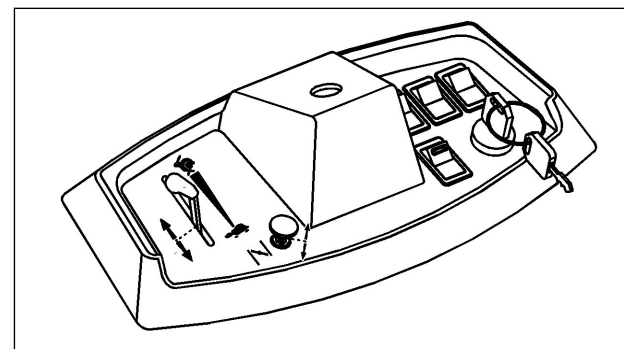

Fig. 17
7. Lorsque le moteur a démarré, mettre le starter sur position lente et régler la vitesse du moteur à l'aide de la commande des gaz (Fig. 17).
Avec la pédale de frein appuyée à fond, le frein est actionné. Placer ensuite le levier des gaz sur la position «tortue» (fig. 17).